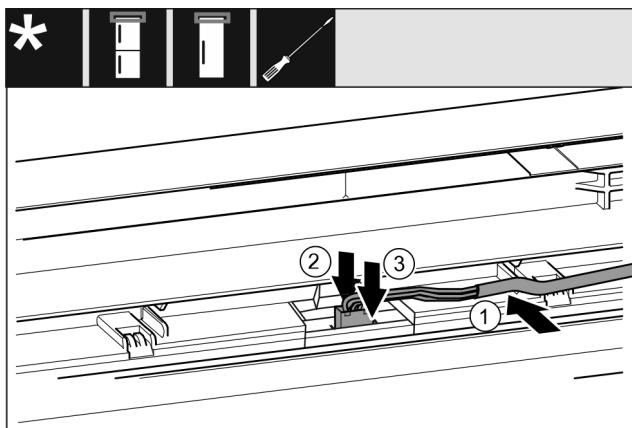

Fig. 44
- ▶ Sivý kábel vložte do vedenia v horných dverách. Fig. 44 (1)
- ▶ Výstupok potlačte dozadu. Fig. 44 (2)
- ▶ Zaklapnite zástrčku. Fig. 44 (3)